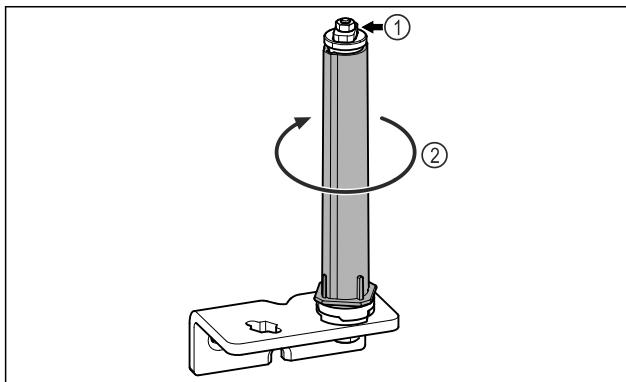

Fig. 22
► Не разбирайте систему закрытия двери Fig. 22 (1).
- Поворачивайте систему закрытия Fig. 22 (2) до щелчка.